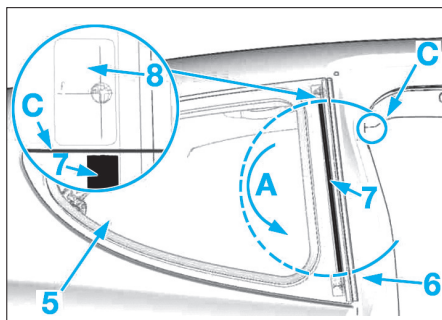

FIG. 23
- A l'aide d'un ruban adhésif (2), protéger la carrosserie (4).
- Passer le fil à couper (C) le cordon de colle, entre les agrafes (8) (Fig.23).